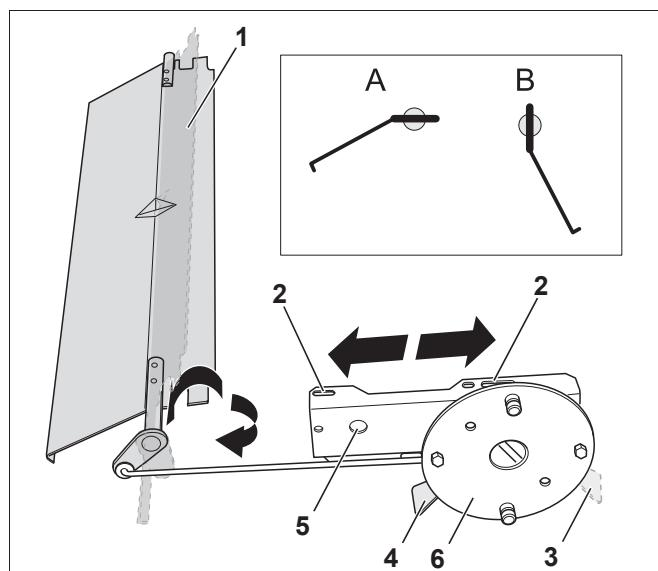

Рис. 12 Регулирование клапанов AK 114/AK 204
Положение заслонки регулируется смещением кронштейна в продольных отверстиях (рис. 12, стр. 11).
Регулировка заслонки выполняется одинаково у всех запорных клапанов AK 114, AK 204, AK 304 и AK 334 (рис. 12).
- Установите рукоятку кронштейна в положение "ОТКРЫТО" (рис. 12, [4]).
Поверхность у оси вращения заслонки (рис. 12, [1]) должна в положении "ОТКРЫТО" (рис. 12, **положение А**) располагаться горизонтально.
- Проверьте положение заслонки "ОТКРЫТО" (рис. 12, **положение А**), при необходимости отрегулируйте заслонку (рис. 12, [1]) смещением кронштейна (рис. 12, [5]) вперед или назад.
Поверхность у оси вращения заслонки должна в положении "ЗАКРЫТО" (рис. 12, **положение В**) располагаться вертикально.
- Проверьте положение заслонки "ЗАКРЫТО" (рис. 12, **положение В**), при необходимости отрегулируйте заслонку (рис. 12, [1]) смещением кронштейна (рис. 12, [5]) вперед или назад.
- После регулировки проверьте, чтобы рукоятка беспрепятственно достигала конечных положений "ЗАКРЫТО" и "ОТКРЫТО" (рис. 12, [3] и [4]) защитного диска (рис. 12, [6]).
Серводвигатель имеет два конечных положения. Серводвигатель отключается в положениях "ОТКРЫТО" (рис. 12, **положение А**) и "ЗАКРЫТО" (рис. 12, **положение В**), что защищает его от перегрузки (рис. 12, стр. 11).
Включать котел можно только в том случае, когда серводвигатель стоит в конечном положении "ОТКРЫТО" и отключен (рис. 12, стр. 11).